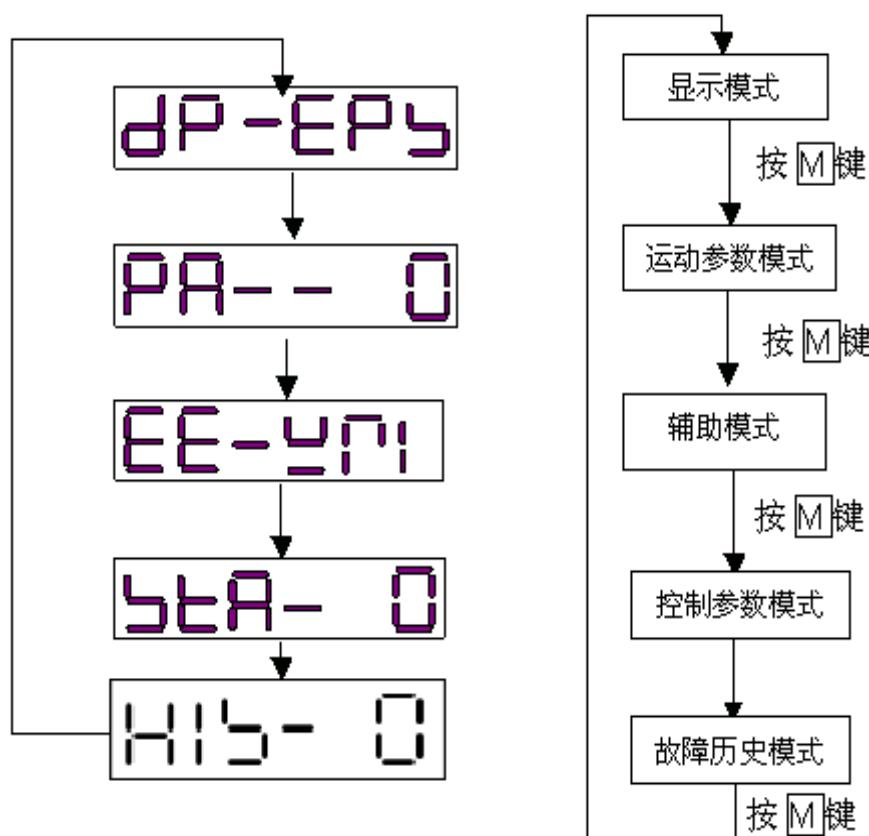

图 3.1 HSV-18D 系列伺服驱动器第一级主菜单
3、操作按多层次操作菜单执行，第一级为主菜单，包含五种操作模式：显示模式、运动参数模式、辅助模式、控制参数模式、故障历史模式。如图 3.1 所示第一级主菜单操作框图，及其五种操作模式。